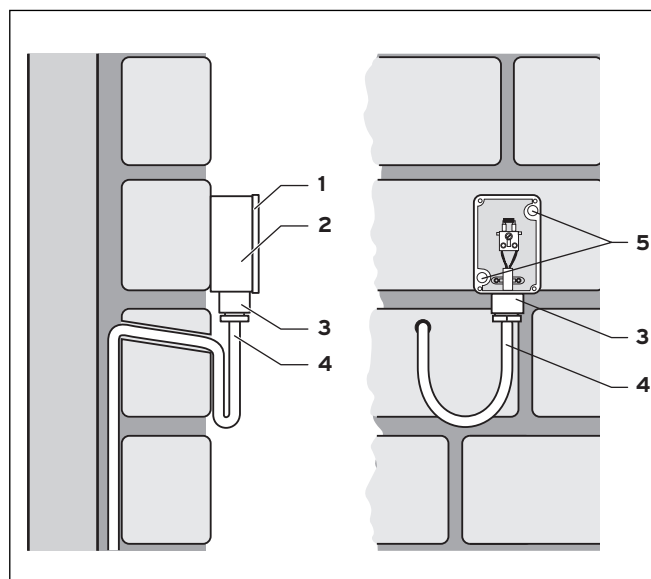

Bild 4.2 Montering av utegivare VRC 693
- ⇒ Anslut anslutningskabeln till klämmorna på utegivaren enligt bild 4.2.